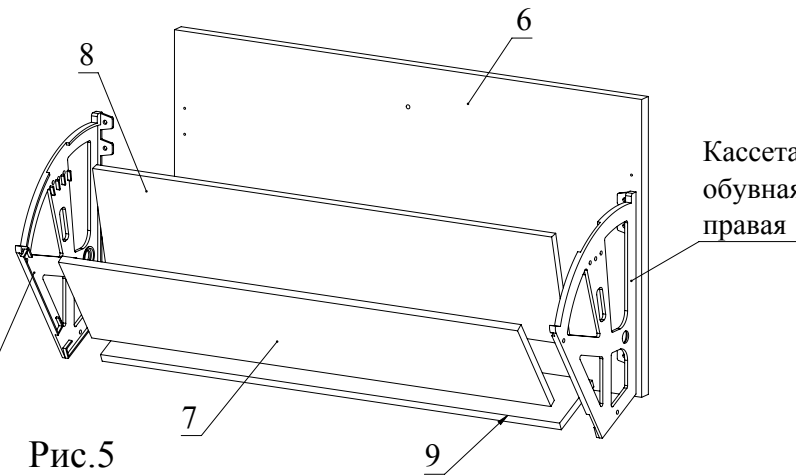

Рис.5
5. Закрепить кассету обувную левую и кассету обувную правую на детали 6 с помощью шурупов 3,5x16 (Рис. 5). Детали 7, 8, 9 вставить в пазы на корпусах кассет обувных и закрепить их при помощи шурупов 3,5x16 (Рис. 5).